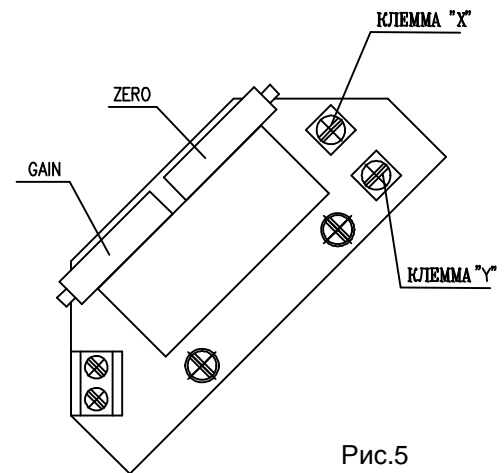

Рис.5
##### 4.4.1 EPV - 2-проводниковое включение (рис.5)
- Установите датчик сопротивления на основании инструкций в предыдущей главе так, что величину сопротивления измеряйте на клеммах X-Y (рис.5). (употреблен датчик с сопротивлением 100Ω)
- Поворачиванием устанавливающего триммера ZERO (рис.5) установите величину выходного сигнала тока, измеряемого на клеммах 81-82, на величину 4 мА.
- Поворачиванием устанавливающего триммера GAIN (рис.5) установите величину выходного сигнала тока, измеряемого на клеммах 81-82, на величину 20 мА.